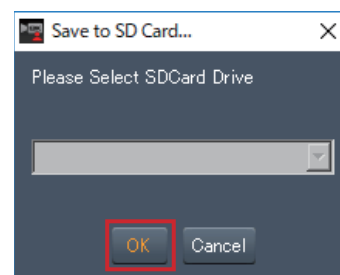

図 2
- 保存する SD カードを選択し [OK] をクリックする (図 2)